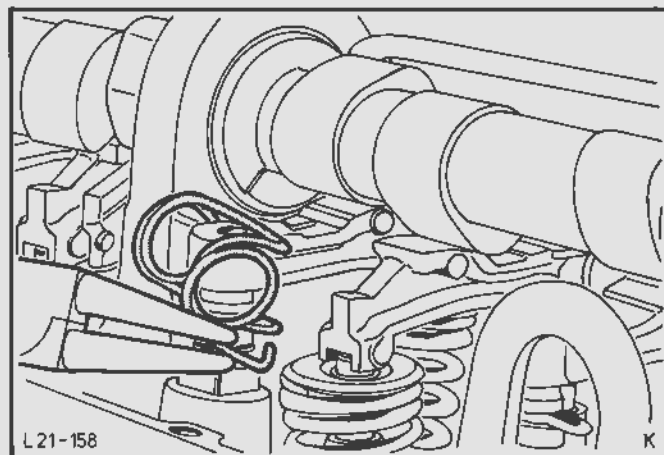

Fig.105. Fastgør vippearmerne med holdefjedre
20. Fastgør vippearmerne med holdefjedrene, Fig.105. Juster ventilerne (se rep. 21 213).